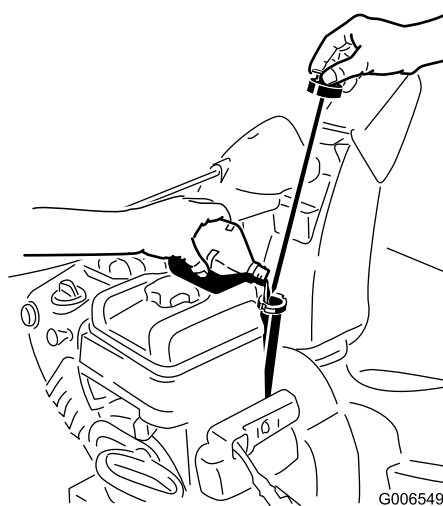

Figure 20
1. Retirez la jauge et versez de l'huile **lentement** dans le goulot de remplissage pour faire monter le niveau de liquide jusqu'au repère du plein (Full) sur la jauge. **Ne remplissez pas excessivement** (Figure 20). Voir Contrôle du niveau d'huile moteur (page 22).